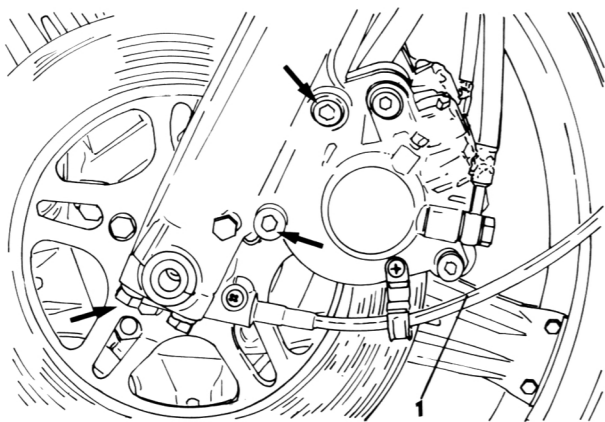

Bild 153
- Unter Bezug auf Bild 153:
- Die Tachometerwelle (1) nach Entfernen der Halteschraube abnehmen.